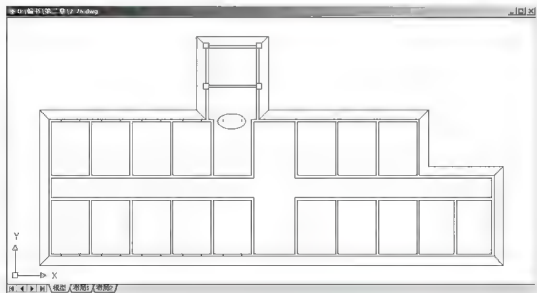

图 2.76 用【阵列】命令生成门窗洞口线
② 单击【阵列】对话框中的【选择对象】按钮, 此时【阵列】对话框消失。然后选择图 2.74 中的 M、N 线后按 Enter 键, 又返回对话框。单击【确定】按钮关闭对话框, 结果如图 2.76 所示。
(2) 将图 2.76 中圆圈所圈定的两个短线擦除。